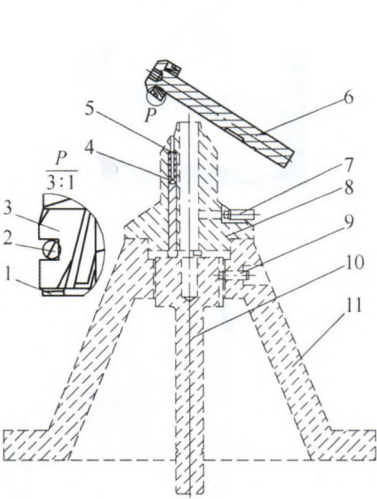

图3 一轴自动线快换滚齿夹具
(1) 设计原理存在缺陷，稳定性较差。按图1滚渐开线花键时，锥面摩擦力驱动不能完全保证齿部精度；而按图3滚长花键时，渐开线花键齿槽与圆柱销之间有间隙，在大的切削力的作用下，零件会在圆柱销之间微量窜动。所以齿
锥面定位的滚齿夹具，如图3所示。
如图3所示，装夹零件时，机械手将零件沿拉杆的导向斜面装入粘接涨套中，工件的孔口锥面与心轴锥面贴合定位，机床顶尖向下顶住零件小头，同时下拉杆通过拉杆拉紧粘接涨套，涨紧零件。加工完零件卸载时，放松下拉杆，拉杆上升回位，顶杆压缩弹簧顶出垫片和涨套，涨套回位收缩，松开加工零件。